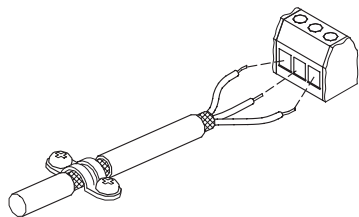

Рис. 21 Пример снятия изоляции кабеля с экраном
- По возможности, оставляйте экран как можно ближе к соединительным клеммам. См. рис. 21.